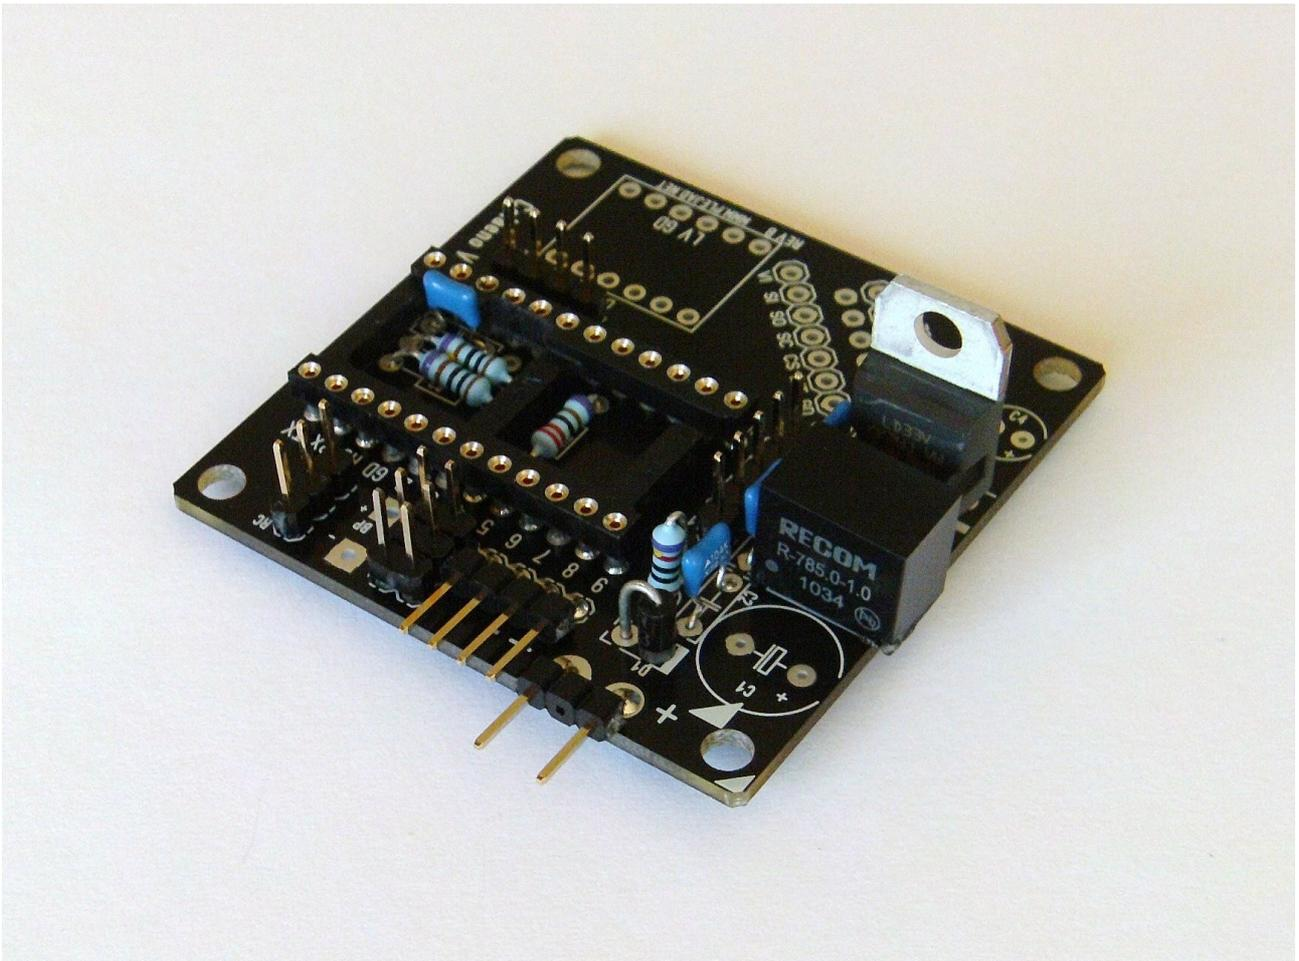

Abbildung 11: Bestückung Diode D1
- die Diode richtig eingelötet wird (siehe Abbildung 11): Der aufgedruckte Ring muss zum Indikator (dickerer Strich) auf der Platine zeigen.